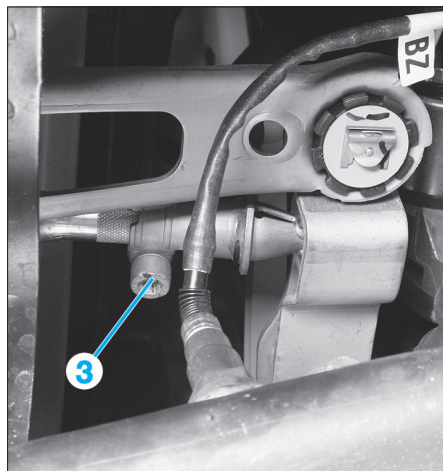

Fig. 6
- Desserrer la vis de serrage (3) de la tringle de commande des vitesses sur le renvoi de la boîte, sans la retirer (Fig.6).